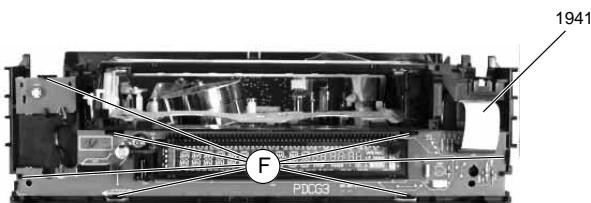

Fig. 7
- Décrocher les ergots (F) (Fig. 7) et retirer le module de commande.
- Défaire le connecteur 1941 reliant le module de commande (PDC...)(Fig. 7).
- Release the locking lugs (F) (Fig. 7) and remove the Keyboard Unit.
- Disconnect the plug-in connection 1941 to the Keyboard Unit (PDC...)(Fig. 7).